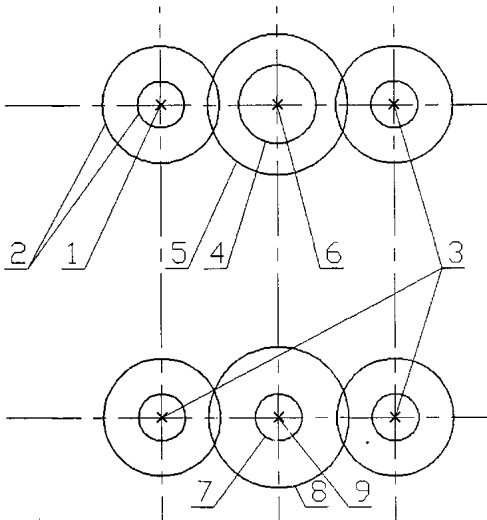

Рисунок 1.3
• Встановлюємо поточним шар KONTUR, на якому будемо виконувати контур деталі (рис. 1.3).
Кола 4(R10) та 5(R18) кресляться відносно Т.6, коло 7(R6) та 8(R18) відносно Т.9 (рис. 1.3).